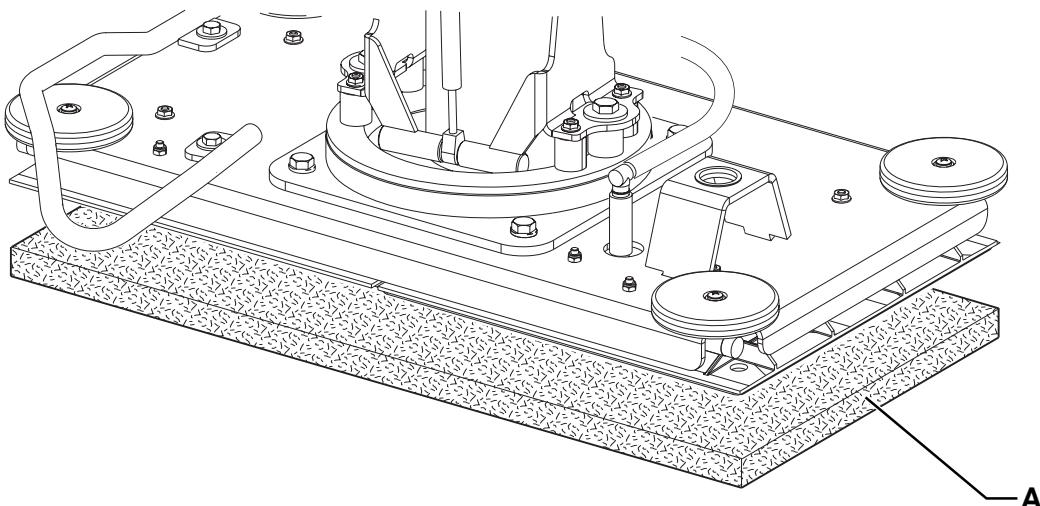

Figure 3
*Avant d'actionner l'interrupteur (63), contrôler qu'il n'y a pas de corps étrangers entre la tête (28) et la machine qui peuvent faire barrage au soulèvement de la tête.*
2. Soulever la tête en appuyant sur l'interrupteur (63).
3. Tourner la clé de contact (58) sur "0" et l'enlever.
4. Installer le disque (A, Fig. 3) de façon qu'il fasse prise avec la plaque de la tête BOOST®.